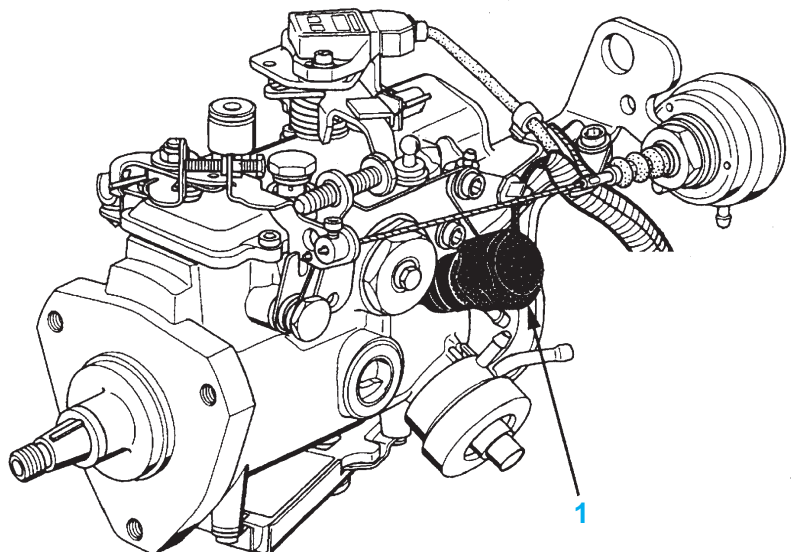

fig. Mot. 41
- Déposer du connecteur de pompe 10 voies les deux cosses concernant l'électrovanne d'avance (fig. Mot. 41).
- Déposer le chapeau de protection sur l'électrovanne (1) (fig. Mot. 41).